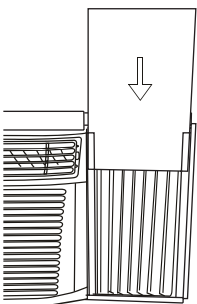

Fig.22
3. Faites glisser le panneau isolant R1 dans le rideau latéral, le côté avec motif doit faire face à l'intérieur (Fig.22).